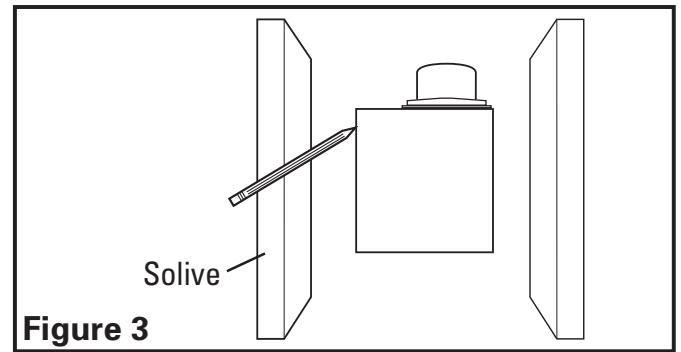

Figure 3
- Placer le châssis en position entre les solives et tracer un contour sur le matériau du plafond (**Figure 3**). Mettre le châssis de côté et découper l'ouverture, en prenant soin de ne pas couper ou endommager des câbles électriques